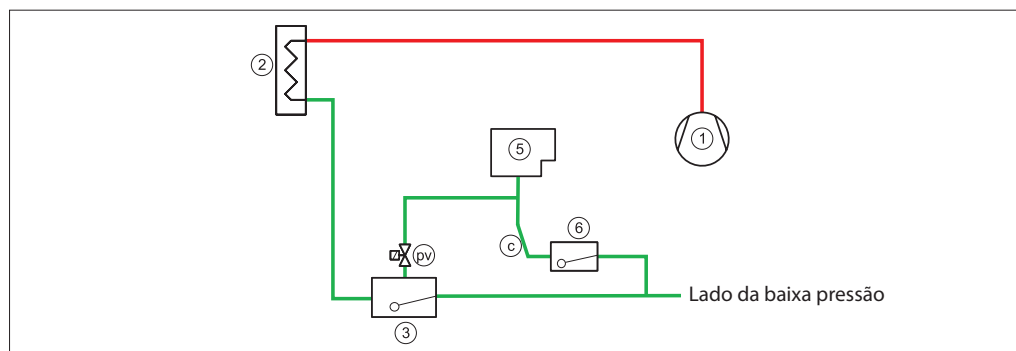

Fig. 8 Conexões do purgador (pv). A tubulação de drenagem (c) deve estar na vertical/em declive
Para sistemas com um controle de nível de líquido de alta pressão, o ar será coletado na boia (3). (Ver fig. 8).